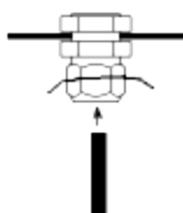

图 6.13 电缆连接示意图
- 对于未使用的电缆密封套, 将合适的短电缆插入电缆密封套内, 按右图 6.13 所示密闭地堵塞开口, 确保控制盒防水。